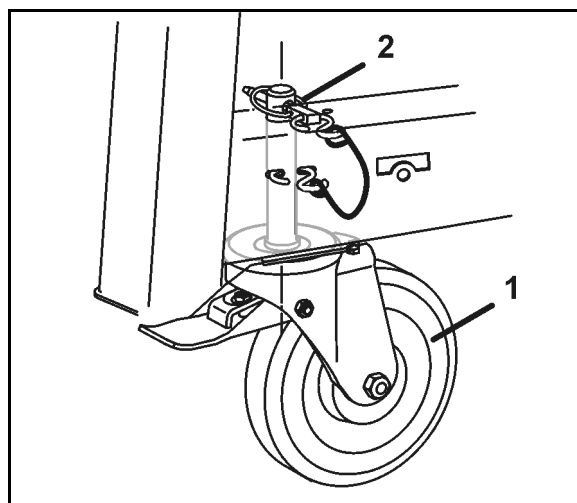

Fig. 43
5. Styrbare bremsruller (Fig. 43/1) foran
- o Monter, og foretag sikring med split (Fig. 43/2),